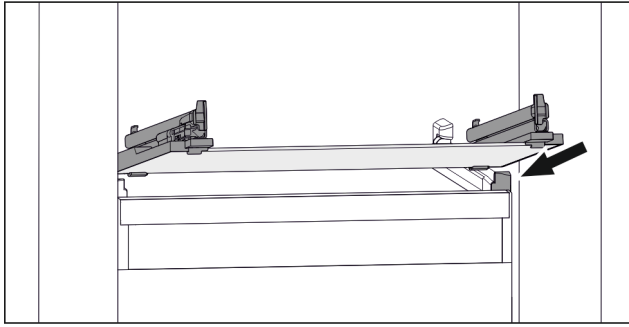

Fig. 132 Приблизне відображення скляної пластини
- ▶ Встановити скляну пластину за стопорами навкоси. (див. Fig. 132)